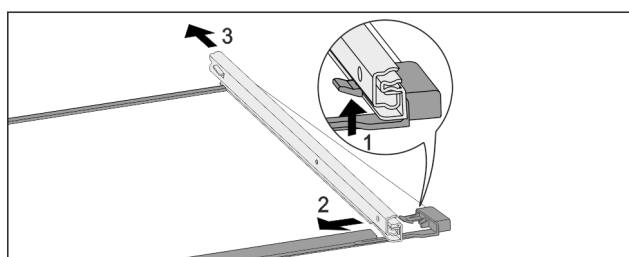

Fig. 110 Tablette en verre avec rails
- Pousser le crochet d'enclenchement avant vers le bas. Fig. 110 (1)
- Pousser le rail télescopique vers le côté Fig. 110 (2) et vers l'arrière Fig. 110 (3).